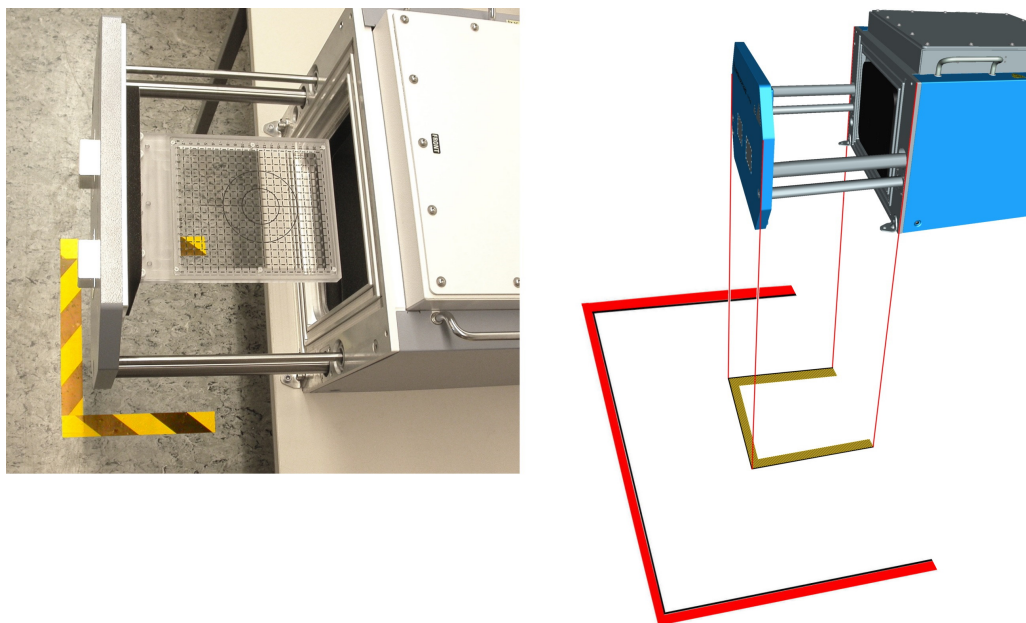

Bild 6-11: Zoner för begränsat tillträde markerade på golvet
Operatören måste lätt kunna nå styrenheten utan att gå in i dörrzonen (se bild 6-11).
5. Markera dörrzonen på golvet nedanför kammarens öppna dörr så som visas i bild 6-11.
8. Markera arbetszonen på 1 m avstånd utanför *dörrzonen* på golvet. Se bild 6-11.